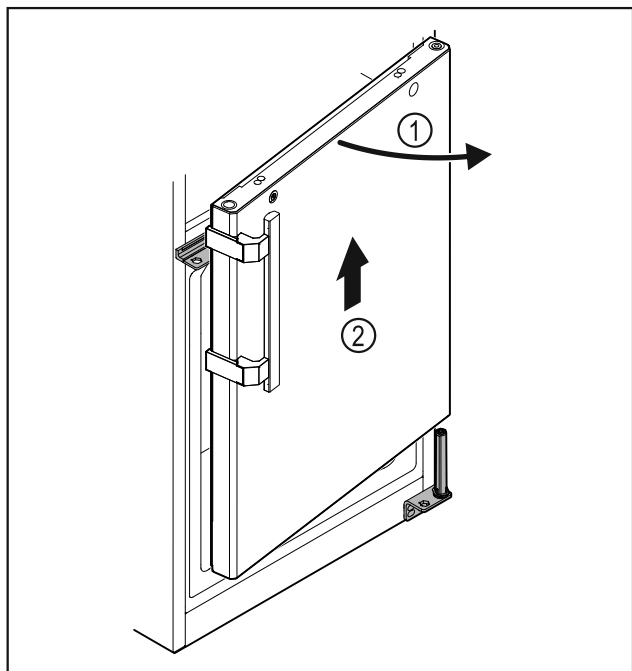

Fig. 33
- Hapni paksa derën Fig. 33 (1), ngrijeni drejt lart rreth 200 mm dhe hiqni Fig. 33 (2).